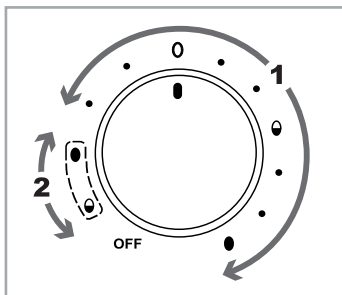

Fig. 1
- 1) Rotiți butonul rotativ **10** în poziția corespunzătoare gradului de duritate dorit al ouălor. Utilizați zona de reglare „1” (a se vedea fig. 1) cu simbolurile și punctele corespunzătoare situate în față:
Pentru primul proces de fierbere utilizați zona de reglare „1” cu simbolurile și punctele corespunzătoare situate în față. Pentru al doilea proces de fierbere utilizați zona de reglare „2” cu simbolurile subliniate (a se vedea fig. 1).
- 2) Pozitionați butonul rotativ ⑩ în poziția corespunzătoare celui mai slab grad de duritate a ouălor (se aplică zona de reglare „1”, a se vedea fig. 1). Becul de control ⑨ luminează constant și începe procesul de fierbere.
- 5) Așezați la loc capacul 3 și rotiți butonul rotativ 10 în poziția simbolurilor subliniate (zona de reglare „2”, a se vedea fig. 1) care corespunde gradului de duritate dorit pentru ouăle rămase în aparat: